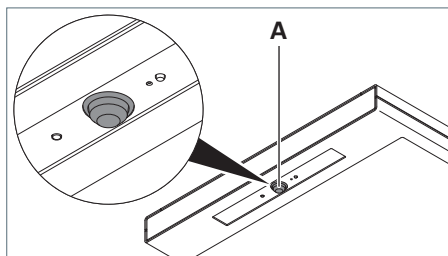
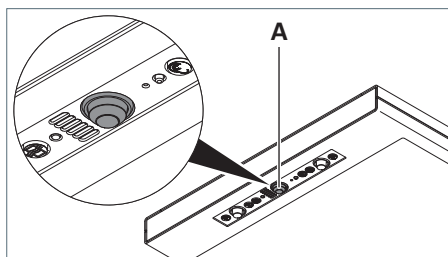

Fig. 14 : Capteur PIR, version R.
Fig. 15 : Capteur PIR, version RX.
- Orienter la tête sphérique **A** du capteur PIR dans le sens souhaité, voir Fig. 14 ou voir Fig. 15.